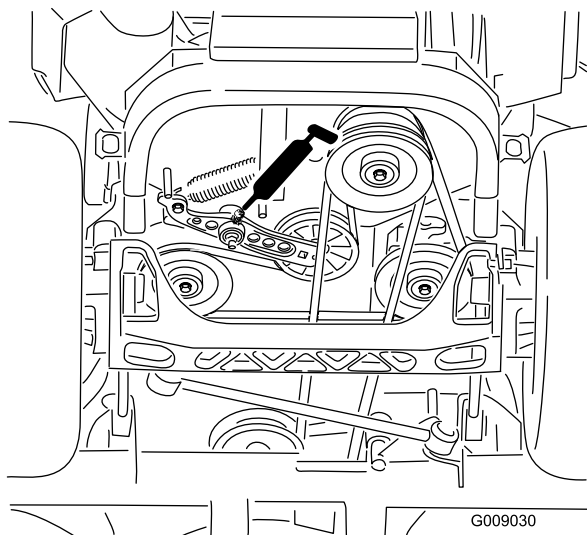

Figura 52
4. Lubrificar os braços intermediários da correia de transmissão (Figura 52).